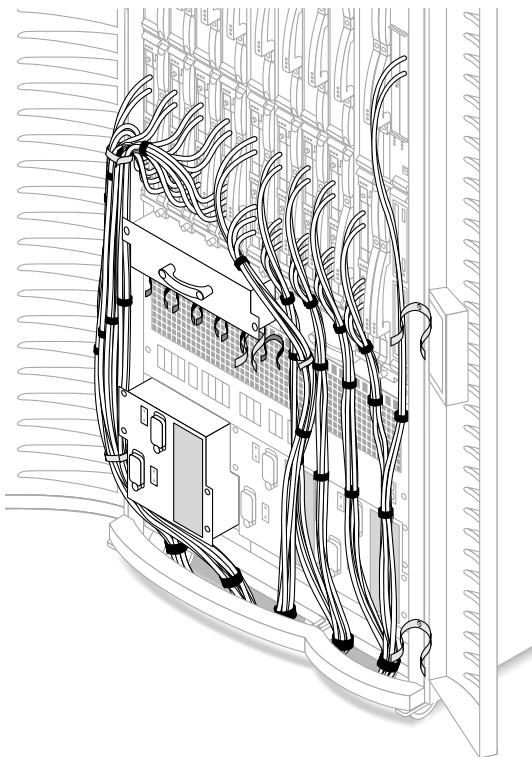

図 12 ファントレーおよび電源装置の保守 (正面左側)
3. 上部の緑のケーブルストラップ (No. 6) にかかる負担を減らすために、ケーブルをさらに引き上げて、ドアの下部の緑のケーブルストラップ (No. 6) に固定します (図 12)。